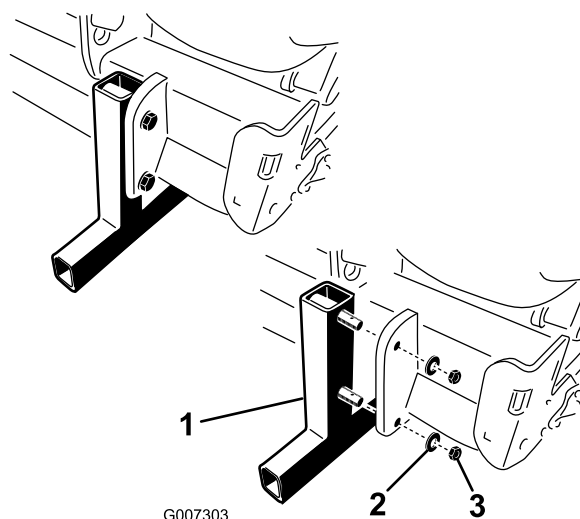

Figura 16
2. Rimuovete i dadi e le rondelle elastiche che fissano i cavalletti di supporto all'arieggiatore (Figura 16).
4. Inserite gli acciarini (inclusi nei pezzi sfusi) nei perni dei cavalletti per il rimessaggio (Figura 16).